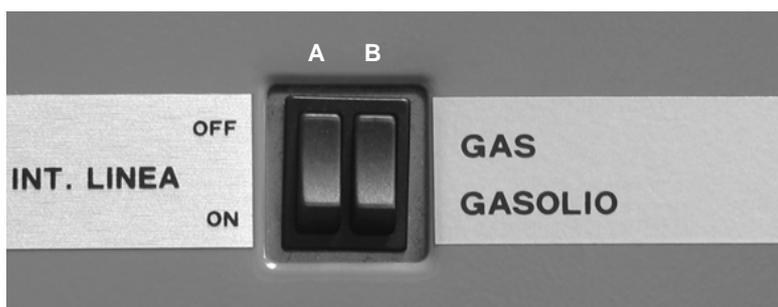

Fig. 25
- Selezionare il combustibile tramite l'apposito interruttore (B in Fig. 25) posto sul cofano del bruciatore.
- Dare tensione al bruciatore agendo sull'interruttore generale (A in Fig. 25).